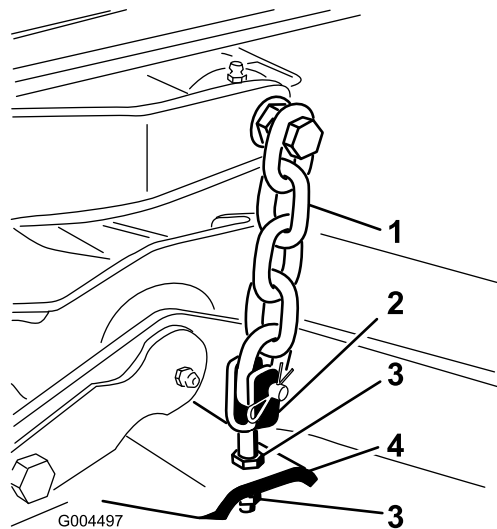

Figura 75
7. Regolate i controdadi che fissano le forcelle/catene della scocca al piatto di taglio, finché il passo della lama non è di 8 mm (Figura 75).